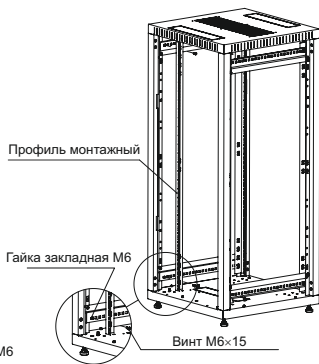

Рисунок 5– Установка монтажных профилей
3.5 Для установки профилей монтажных вертикальных 19" вставьте закладные гайки M6 в квадратные отверстия боковых профилей с внешней стороны шкафа с учетом требуемой полезной глубины, профили монтажные закрепите винтами M6x15 с полукруглой головкой (рисунок 5). Глубина установки профиля монтажного при необходимости регулируется с шагом 20 мм.